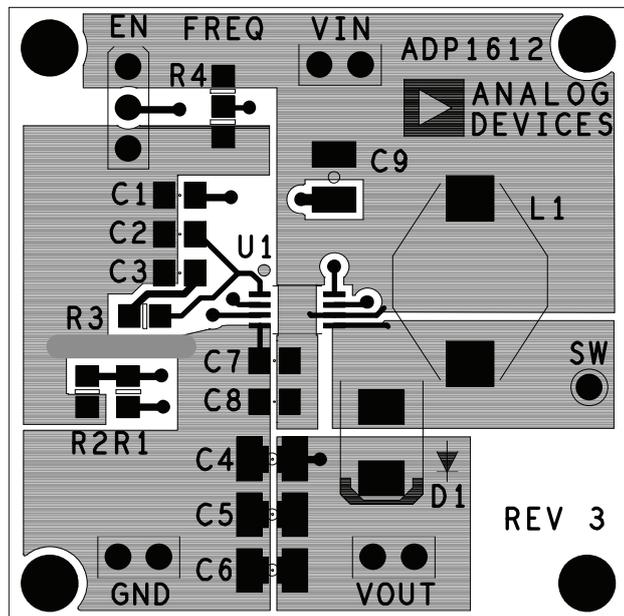

図 76. ADP1612/ADP1613 ブースト・アプリケーションのレイアウト例（上面層）
- ESRが低い入力コンデンサ $C_{IN}$ （図 76のC7）をVINとGNDの近くに配置してください。こうすれば、ボードの寄生インダクタンスに起因するデバイスのノイズを最小限に抑えられます。
- $C_{IN}$ （図 76のC7）からインダクタのL1、SW、GNDに至る高電流の経路はできる限り短くしてください。
- VINからL1、ダイオードD1、出力コンデンサ $C_{OUT}$ （図 76のC4）に至る高電流の経路はできる限り短くしてください。
- ソフトスタート・コンデンサ $C_{SS}$ （図 76のC1）はできる限りデバイスの近くに配置してください。GNDピンへのケルビン接続を行うAGNDプレーンにソフトスタート・コンデンサのグラウンドを接続します。